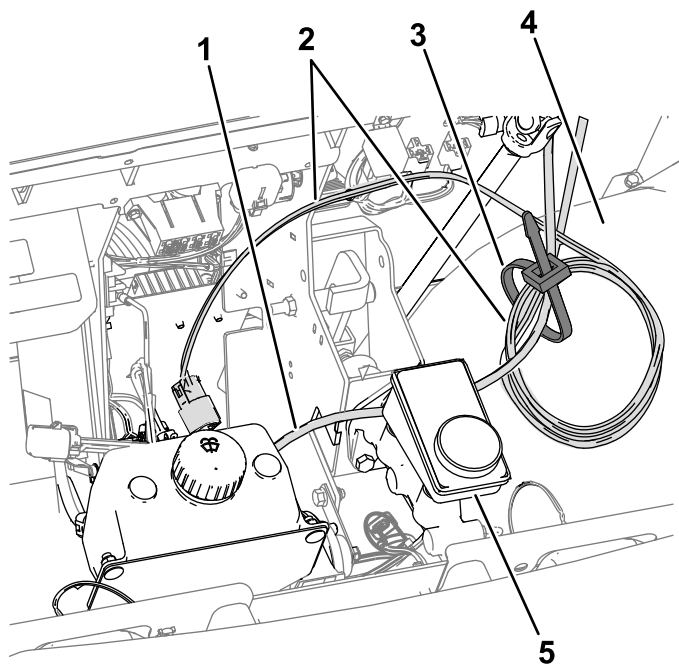

**Figuur 49**
4. Verwijder de kabelklem waarmee de kabelboom van de cabine onderaan het voorste cabinepaneel, aan de bestuurderszijde van de machine is bevestigd (Figuur 49).
5. Bevestig een drukk Nagel op de plaats waar u de kabelklem hebt verwijderd in stap 4 (Figuur 49).
6. Bevestig de kabelboom van de cabine, de kabelboom van de sproeiervloeistofpomp en de slang met het kabelbindergedeelte van de drukk Nagel (Figuur 49).